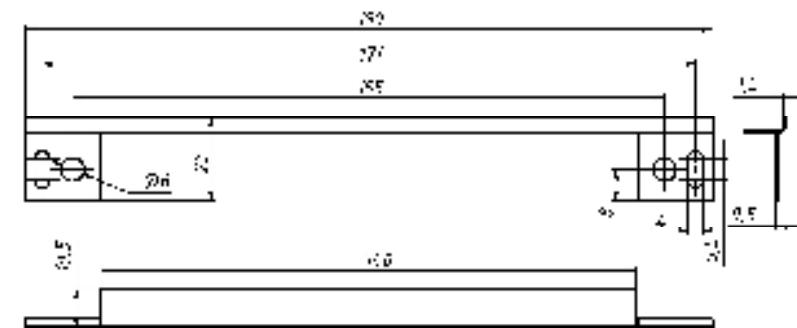

Рисунок 7 – Планка декоративна
6.6 Для скрытия зазоров (щелей), образующихся в процессе установки корпусной части в дверную коробку в качестве декоративного элемента используется планка декоративная, выполненная из нержавеющей стали (рисунок 7.)